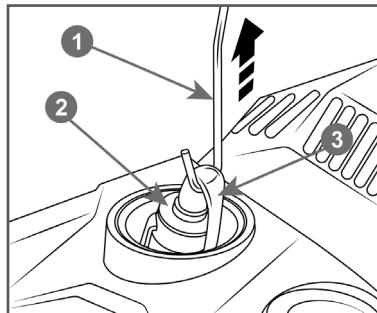

Рис. 19 Обслуживание топливного фильтра
- Согните кусок мягкого провода в виде небольшого крючка 1 (Рис. 19).
- Зацепите крючком топливный шланг 3 с фильтром 2 и вытяните через запливную горловину (Рис. 19).